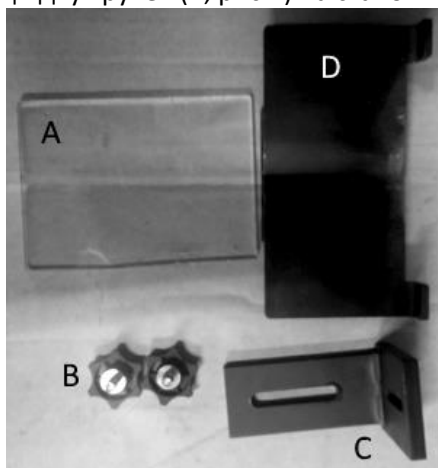

Рис.2
- Установите кронштейн опорного стола (C, рис.2) на станок.
- Установите опорный стол (D, рис. 2) на кронштейн.
- Установите прозрачный экран (A, рис. 2) при помощи двух ручек (B, рис.2) на станок.